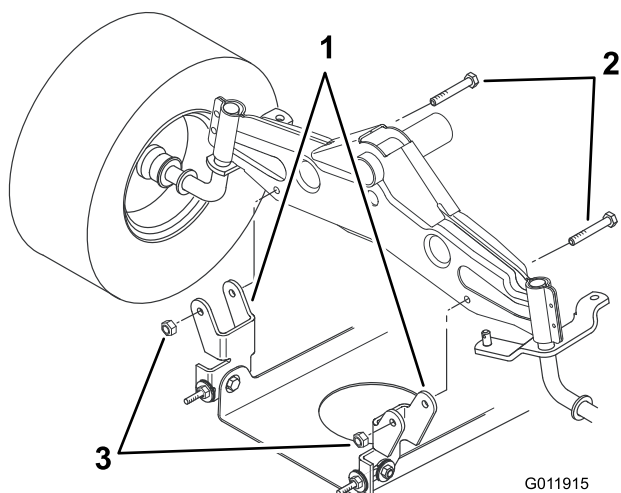

Figura 7
4. Instale los soportes de montaje del cortacésped al eje delantero con los pernos y las contratuercas (Figura 7).